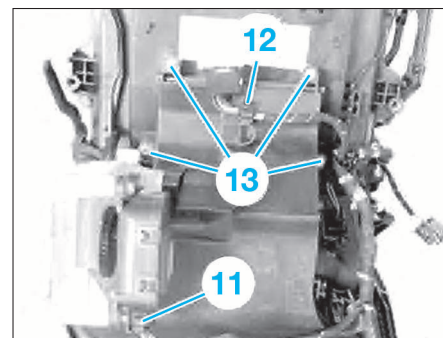

FIG. 24
- Débrancher le connecteur (11) du servomoteur de volet de répartition d'air (Fig.24).
- Libérer le faisceau (12) du boîtier.
- Déposer les quatre vis de fixation (13).